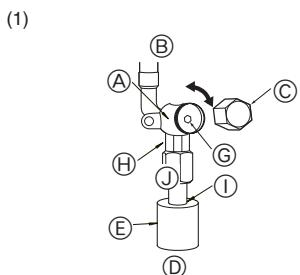
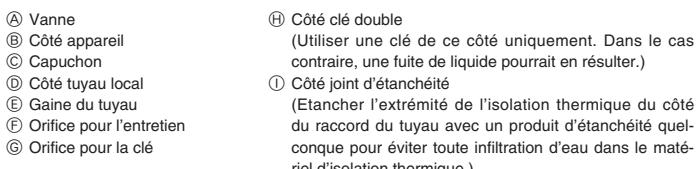

Fig. 4-5
Fig. 4-6
(1) Côté gaz de P100-P140 (Fig. 4-5)
- ① Retirez le bouchon, et tournez la tige de soupape à fond dans le sens antihoraire avec une clé hexagonale de 5 mm. Arrêtez de tourner quand elle frappe la retenue. (ø15,88: env. 13 tours)
② Vérifier que la vanne d'arrêt est complètement ouverte et tourner le capuchon pour le ramener sur sa position d'origine.
(2) Côté liquide de P100-P140 (Fig. 4-6)
- ① Retirez le bouchon, et tournez la tige de soupape à fond dans le sens antihoraire avec une clé hexagonale de 4 mm. Arrêtez de tourner quand elle frappe la retenue. (ø6,35: env. 4,5 tours) (ø9,52: env. 10 tours)
- ② Vérifier que la vanne d'arrêt est complètement ouverte et tourner le capuchon pour le ramener sur sa position d'origine.